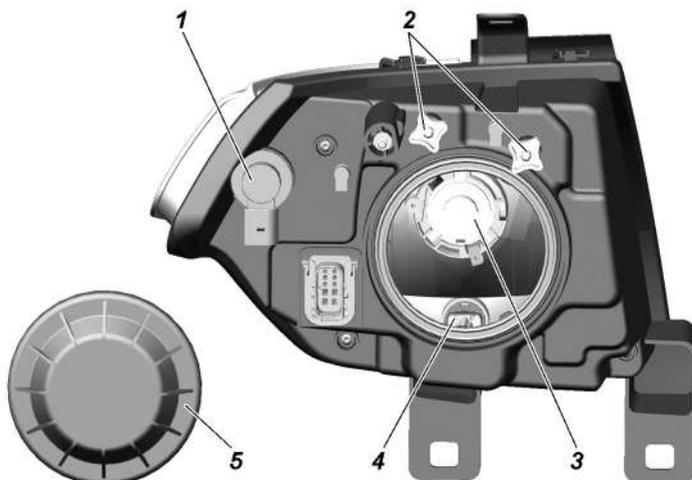

Рис. 9.33. Фара:
3. Включите ближний свет фар и, поочередно закрывая каждую фару, вращением регулировочных винтов 2 (рис. 9.33) добейтесь, чтобы светотеневая граница слева от точек E и E' совпала с линией 1, а справа – с линиями 2 и 2' для левой и правой фар соответственно. Точки перелома светотеневой границы должны совпадать с точками E и E'.
Замена ламп фар. Для замены лампы указателей поворота снимите колодку с патрона 1 (рис. 9.33), поверните патрон по часовой стрелке (для правой фары) или против часовой стрелки (для левой фары) и выньте патрон в сборе с лампой.